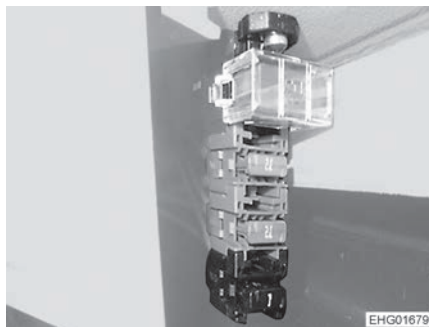

Fig. 170 Porte-fusibles sur les véhicules avec conduite à droite (Ford)
- Changer le fusible sur le porte-fusibles (Fig. 170).